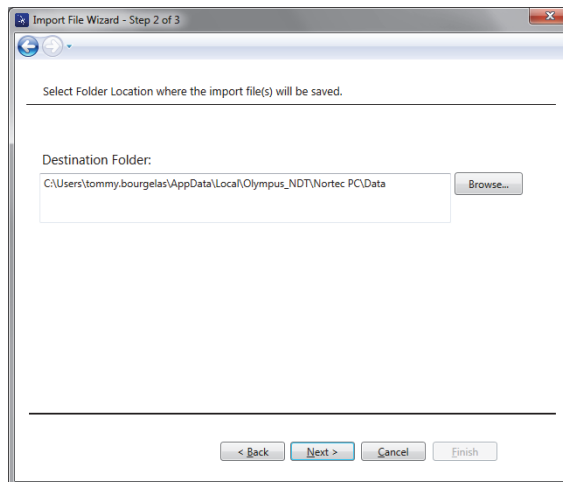

Abbildung 6-2 Auswahl des Speicherorts des Ordners
2. Wählen Sie mit der Schaltfläche **Browse** den Speicherort des Ordners aus, in den die importierten Dateien gespeichert werden sollen und klicken Sie auf **Next** (siehe Abbildung 6-2 auf Seite 322).